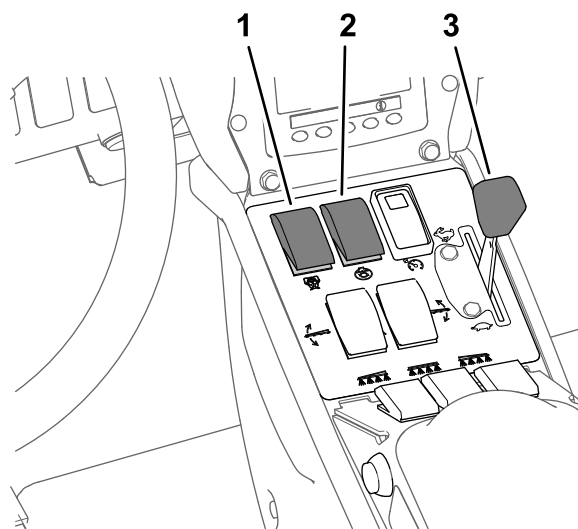

Figura 43
7. Ponga el interruptor de la bomba en la posición de ACTIVADO (Figura 43).
8. Mueva el acelerador a la posición de RÁPIDO (Figura 43) y deje el motor en marcha durante 10 minutos.
6. Ponga el interruptor de agitación en la posición de DESACTIVADO, y ponga el acelerador en la posición de RÁPIDO (Figura 43).